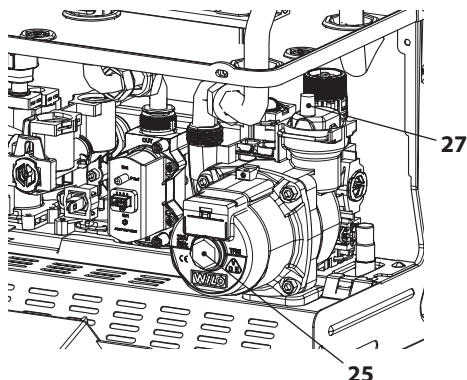

Figura 6.1
- Afloje el tapón de la válvula de purga automática 27 en la Figura 6.1.
- Quite el tapón 25 en la Figura 6.1 y desbloquee la bomba girando el rodete con un destornillador.